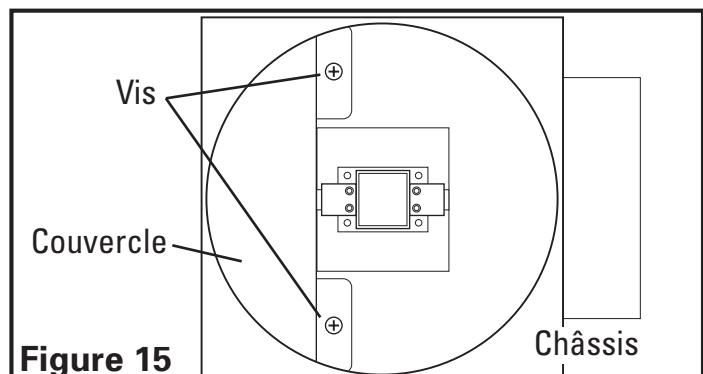

Figure 15
- Retirez les vis, de l'intérieur du châssis, qui retiennent le couvercle électrique en place (**Figure 15**).